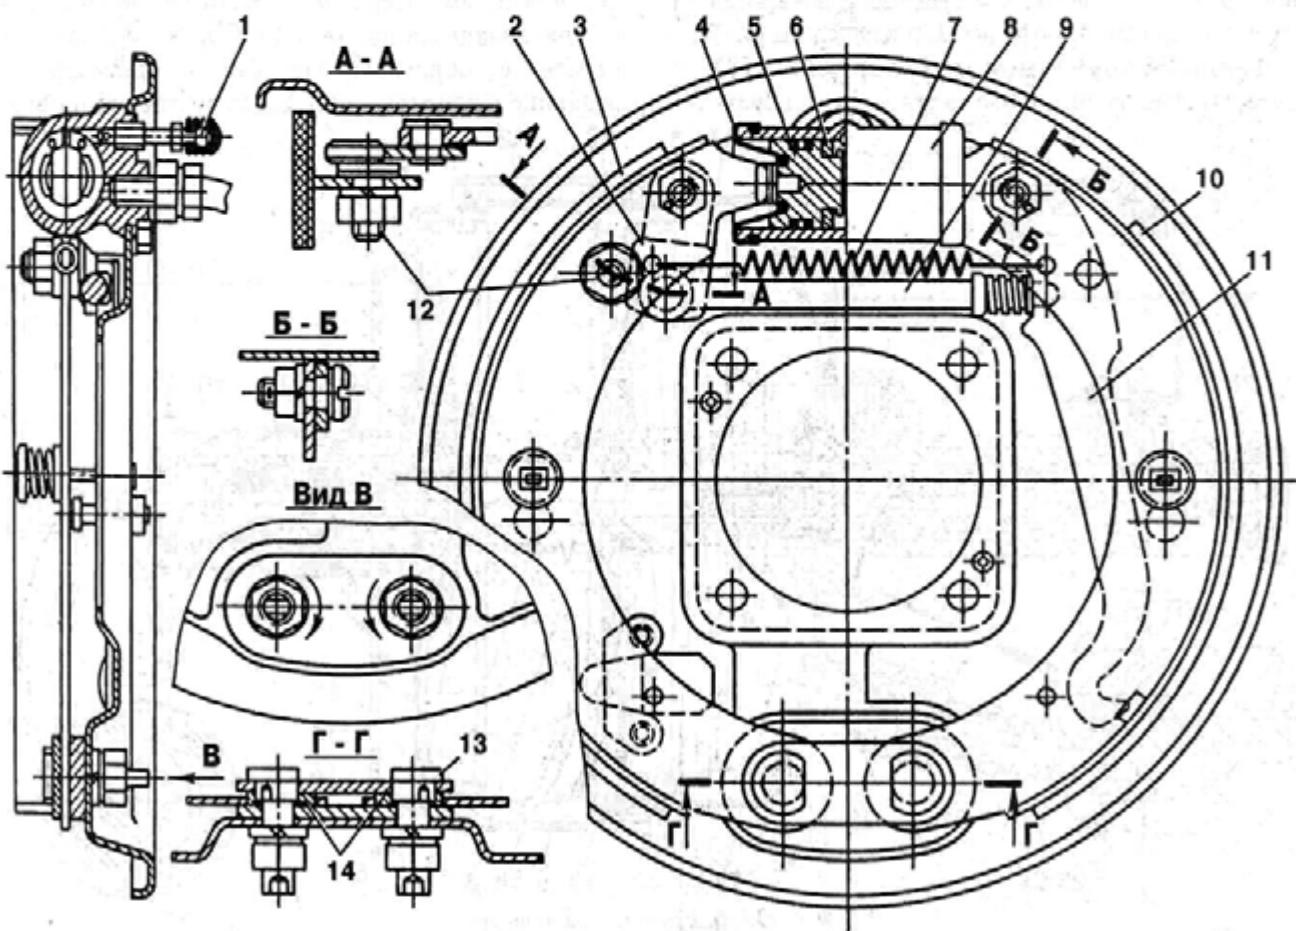
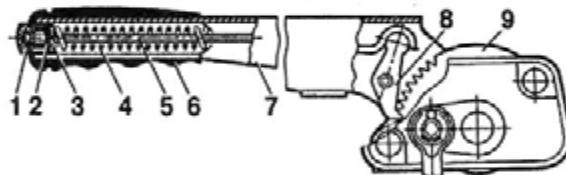
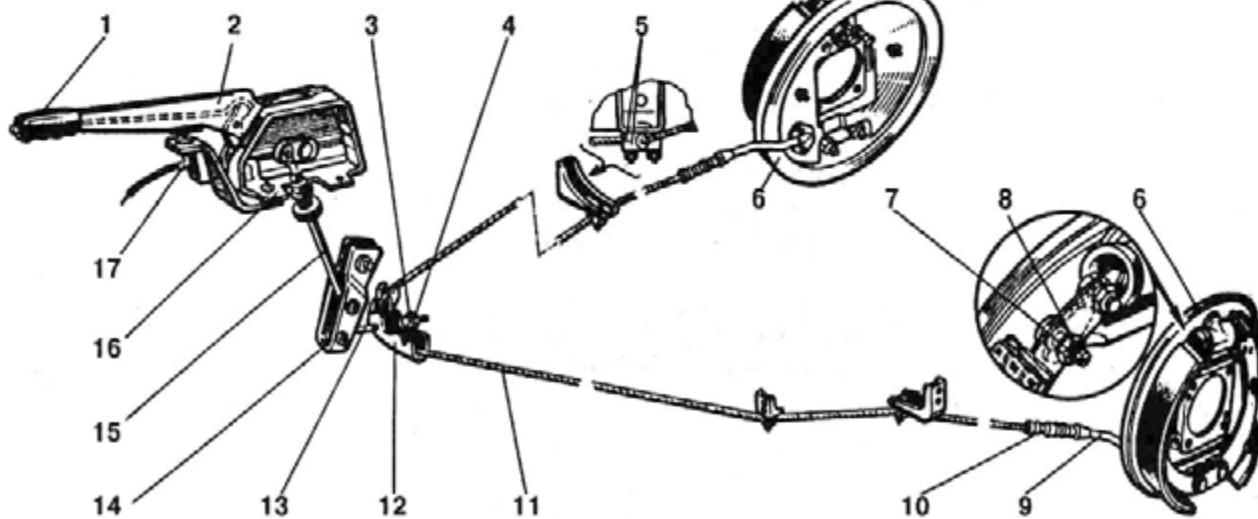

Рис. 170. Задний тормозной механизм:
Рис. 177. Рычаг стояночного тормоза:
Рис. 176. Стояночный тормоз:
Задний тормозной механизм (рис. 170) имеет один колесный цилиндр 8 двухстороннего действия с внутренним диаметром 28 мм, который приводит в действие обе колодки 3 и 10. Передняя колодка 3 имеет накладку длиной 290 мм, а задняя колодка 10 одинаковая с колодками переднего тормоза.
Стояночный тормоз (рис. 176) действует на задние тормозные механизмы. Кронштейн 16 с рычагом 2 привода стояночного тормоза крепится четырьмя болтами к переходному кронштейну, который приварен к передней панели пола. При перемещении рычага стояночного тормоза вверх тяга 15 поворачивает рычаг 14, на нижнем конце которого шарнирно закреплена тяга 13 уравнителя.
Через направляющие трубы 9 и защитные резиновые чехлы 10 концы троса входят в тормозные механизмы и соединяются с приводными рычагами 11 (см. рис. 170) при помощи вилок и наконечников, обжатых на тросах. Приводной рычаг 11 качается на оси, закрепленной на задней колодке 10 гайкой с пружинной шайбой. Рычаг при помощи разжимного стержня 9, маяткового рычага 2 и регулировочного эксцентрика 12 соединен с передней колодкой 3 заднего тормоза. Рычаг 7 (рис. 177) стояночного тормоза удерживается в поднятом
положении при помощи храпового механизма, состоящего из собачки 8 и зубчатого сектора 9. При этом выключатель 17 (см. рис. 176) включает на комбинации приборов красный сигнализатор.
Для возвращения рычага в исходное положение следует, преодолевая сопротивление пружины 4 (см. рис. 177), утопить кнопку 1. При этом тяга 5 повернет на своей оси собачку 8. Собачка выйдет из зацепления с зубчатым сектором 9 и рычаг 7 сможет опуститься в первоначальное положение, утопив в конце своего хода кнопку электрического выключателя. На панели приборов выключится сигнализатор.
Стояночный тормоз должен обеспечивать надежное удержание автомобиля с полной нагрузкой на уклоне и спуске не менее 25 % при приложении к ручке 1 (см. рис. 176) рычага стояночного тормоза усилия, не превышающего 40 кгс. При этом запирающий механизм должен сделать 5...6 щелчков. Увеличенный ход рукоятки зависит от степени износа накладок и барабана задних тормозных механизмов, а также от большого свободного хода в механизме привода.
1. Убедиться в правильности регулировки рычага 11 (см. рис. 170) привода стояночного тормоза. Для этого: отвернув контргайку 4 (см. рис. 176) и гайку 3, снимите с тяги 13 трос 11 с уравнителем 12, снимите защитные чехлы 10 с направляющих трубок 9 и, перемещая рукой трос, измерьте его перемещение относительно торцов направляющих трубок. Трос следует перемещать с небольшим усилием в пределах свободного хода приводного рычага 11 (см. рис. 170). Перемещение троса должно быть в пределах 4...6 мм.
2. При необходимости отрегулируйте свободный ход рычага привода. Для этого: поднимите домкратом задний мост; снимите задние колеса и тормозные барабаны; ослабив гайку 7 (см. рис. 176) и поворачивая эксцентрик 8, установить свободный ход приводного рычага в пределах 4...6 мм. Свободный ход следует измерять на нижнем конце приводного рычага, используя прорезь в ребре колодки или измеряя перемещение троса относительно торца направляющей трубы, как было сказано выше; надежно затяните гайку эксцентрика, удерживая эксцентрик от проворачивания; поставьте на место тормозные барабаны и задние колеса; поставьте на место резиновые защитные чехлы и уравнитель с тросом.